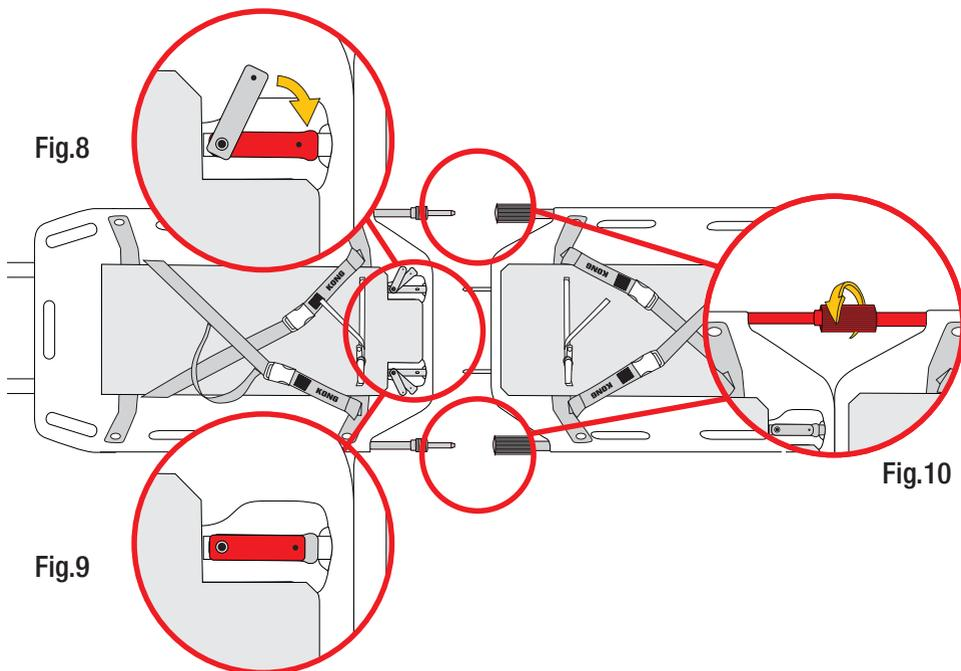

Fig.10
f) avvitare completamente le due ghiera (fig. 10).